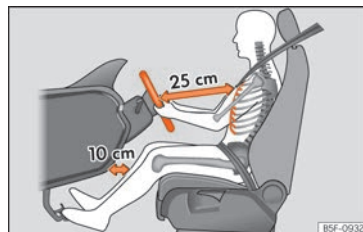

Fig. 3 La distance correcte entre le conducteur et le volant doit être de 25 cm minimum (10 pouces).
- Réglez le volant de sorte qu'il se trouve à une distance d'au moins 25 cm (10 pouces) du sternum » **fig. 3** et que vous puissiez le tenir à deux mains sur les côtés, à l'extérieur, les bras légèrement fléchis.
- Réglez le siège dans la longueur de manière à pouvoir actionner à fond les pédales avec les genoux légèrement fléchis et de manière à laisser une distance d'au moins 10 cm (4 pouces) entre les genoux et le combiné d'instruments » **fig. 3**.